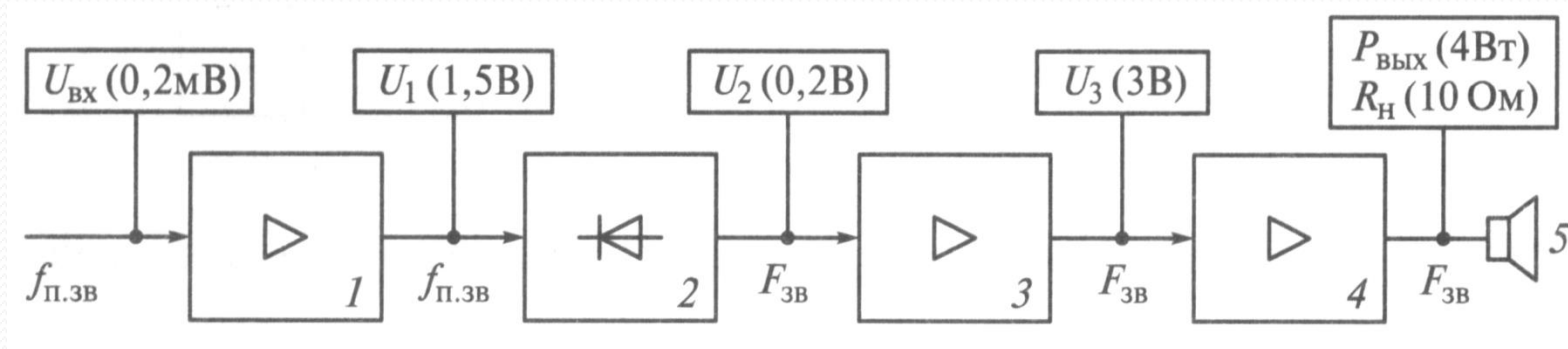

Рис. 2. Фрагмент функциональной схемы канала звука приемника телевизионных сигналов:
- Пример функциональной схемы канала звука приемника телевизионных сигналов (фрагмент) приведен на рис. 2. Описание схемы приводят в техническом проекте.